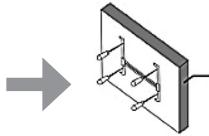

Fig. 2
2. Praticare quattro fori nella parete, analoghi ai fori sul montante verticale del telaio. Inserire i tasselli in dotazione nei fori della parete e, con l'aiuto di un cacciavite, avvitare con le viti in dotazione il telaio nei tasselli o nella parete. (Fig. 2)